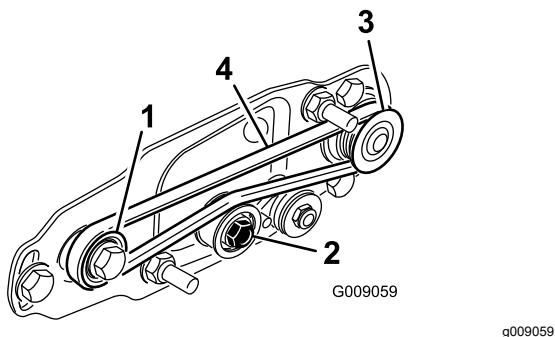

Figura 26
- A. Coloque la correa alrededor de la polea **motriz** y luego por encima de la polea tensora (Figura 26).
- B. Empiece a colocar la correa en la polea **arrastrada** (Figura 26).